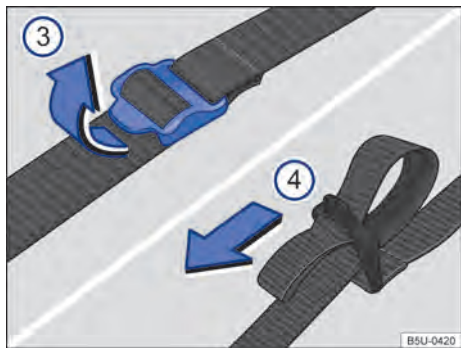

Fig. 172 Cintas de fixação da bolsa das ferramentas de bordo.
- Puxar as fivelas da cinta de fixação no sentido da seta → Fig. 172 ③.
- Puxar firmemente as cintas ① pelas alças no sentido da seta → Fig. 172 ④ para fixar a bolsa das ferramentas de bordo.